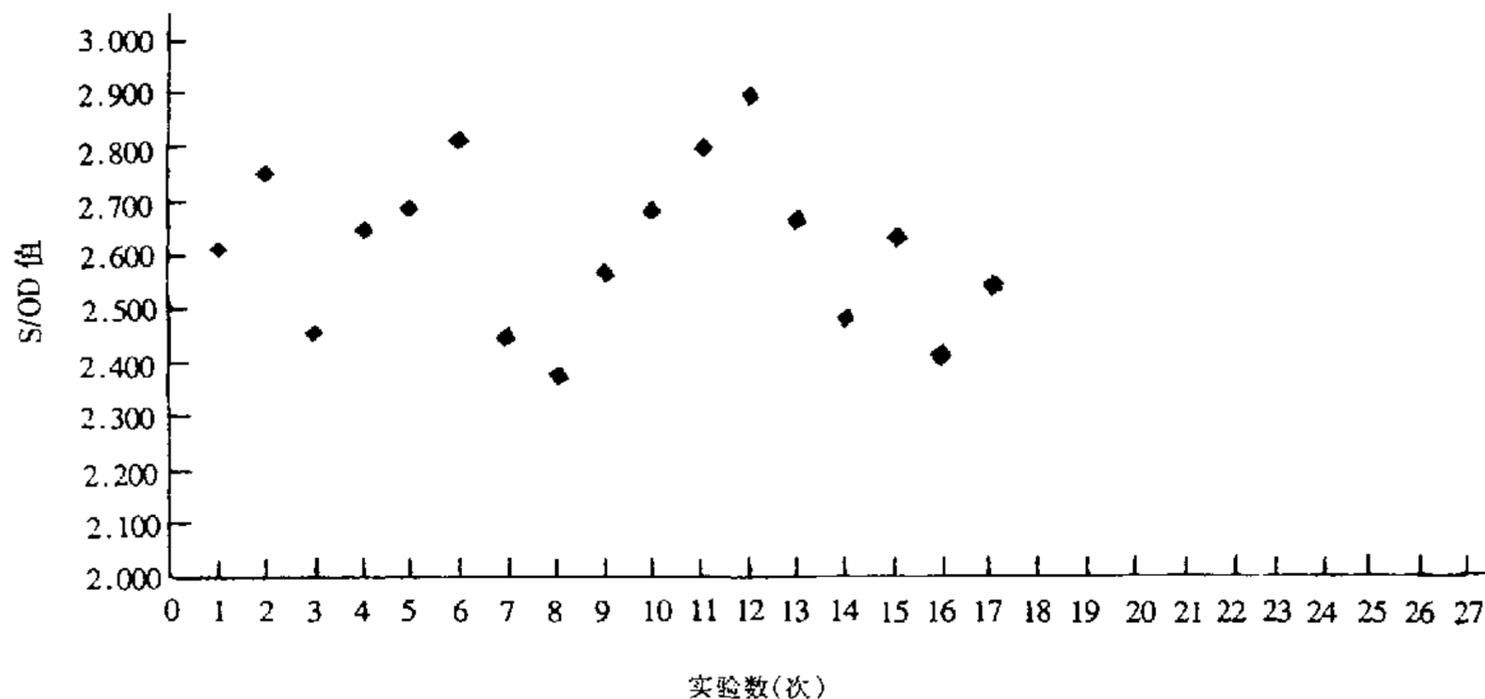

图 1 2001 年 1 月 HIV 质控图
(6)设计 Y 轴数值:双击“HIV 质控图”中 Y 轴数值处,出现“坐标轴格式”对话框,在[刻度]项下除去“最小值、最大值、主要刻度值”的[自动设置]功能,将[最小值]设为“2”;将[最大值]设为“3”;将[主要刻度值]设为“0.1”;按[确定]按钮,此时的“HIV 质控图”的样式见图 1,质控图的制作全部完成,打印存档即可。